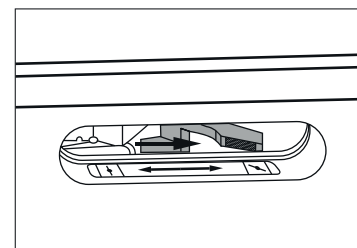

Рисунок 10.
9. Поставьте рычаг привода воздушной заслонки в положение «Закрото» (рис. 10).